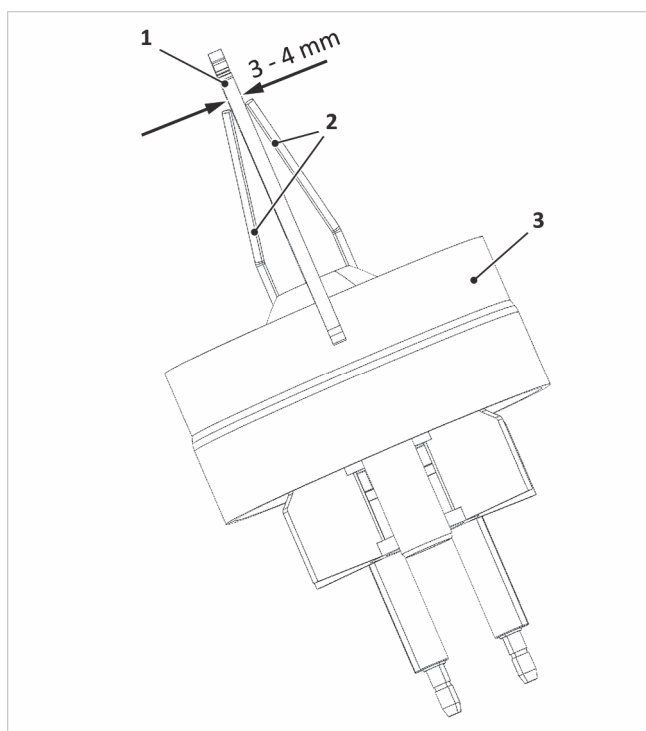

Abb. 37: Abstand Zündelektroden prüfen
3. Abstände der Elektroden wie in → Abb. 37 gezeigt kontrollieren und ggf. durch vorsichtiges Biegen korrigieren.